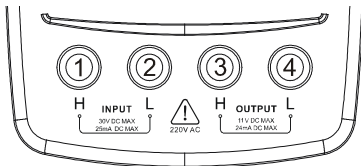

图 2 输出和测量插孔
测试表笔的插孔见图 2，具体功能说明见表 3。
如使用测量端进行信号测量时，接图 2 中的插孔①、②，此时便可将测试表笔插入该插孔。
如使用输出端进行信号输出时，接图 2 中的插孔③、④，此时便可将测试表笔插入该插孔。
- (1)按图 2 连接测试表笔。
- (2)按右侧 **信号** 键切换信号类型（V、mV、mA）。
- (3)按数字键输入需要输出的值，然后按 **确认** 。
- (4)按 **输出** 键，LCD 屏幕中【SOURCE】由【OFF】变成【ON】，启动输出。
- (1) 按图 2 连接测试表笔。
(2) 按右侧 **信号** 键切换热电偶类型（K、E、J、T、R、B、S、N）。
(3) 按数字键输入需要输出的值，然后按 **确认**。
(4) 按 **输出** 键，LCD 屏幕中 **【SOURCE】** 由 **【OFF】** 变成 **【ON】**，启动输出。
(1) 按图 2 连接测试表笔。
(2) 按右侧 **信号** 键切换信号类型（ Ω /Pt100）。
(1)按图 2 连接测试表笔。
- (1) 按照图 2，连接信号发生器测量端。
- (2) 按 **信号** 键切换信号类型为 K/E/J/T/R/B/S/N。
- (3) 屏幕上方显示测量的热电偶温度值。